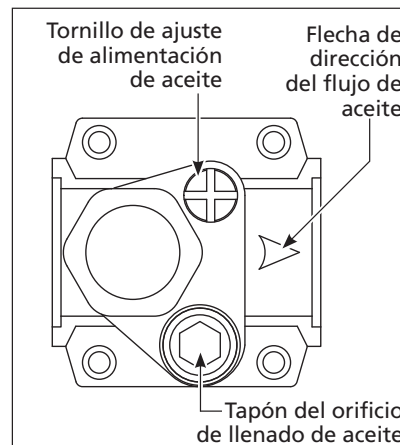

Figura 2
1. Tubique la flecha de dirección de flujo (Vea Figura 2). Esta flecha muestra la dirección del flujo de aire, o sea, apunta hacia la salida.
3. Verifique que la flecha apunte hacia la salida (Vea Figura 2).
4. Para llenar el lubricador, primero cierre el suministro de aire y libere toda la presión almacenada. A continuación, quite el tapón de llenado de aceite (vea Figura 2). Después de retirar el tapón de llenado de aceite, vierta el aceite en el lubricador y vuelva a colocar el tapón. De forma alternativa, se puede quitar el recipiente una vez liberada la presión de aire. Asegúrese de ajustar completamente el recipiente antes de continuar con el funcionamiento.